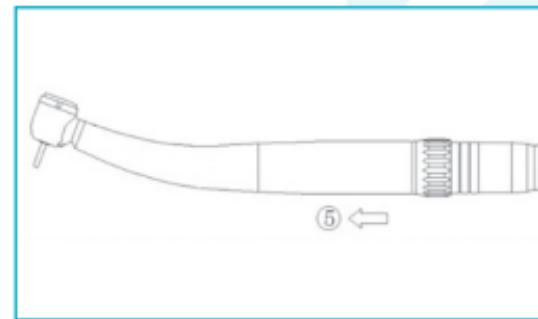

Fig. 6-6
Sostenga firmemente el acoplamiento LED, pulse dos botones en el lateral del acoplamiento LED (Fig. 6-6⑤).